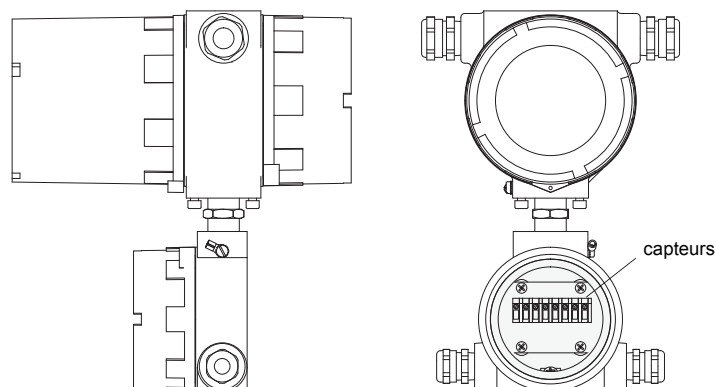

Fig. 6.4: Bornes de raccordement des capteurs (rallonge)
- Raccordez correctement l'âme et le blindage aux bornes du transmetteur (voir Fig. 6.4 et Tab. 6.1).